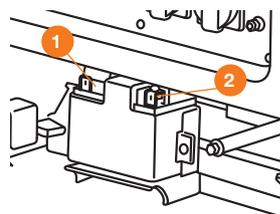

Рис. 5
- Подключите аккумуляторную батарею, присоедините провода к соответствующим клеммам - красный провод **1** к плюсовой клемме и черный **2** к минусовой клемме аккумуляторной батареи (Рис. 5).